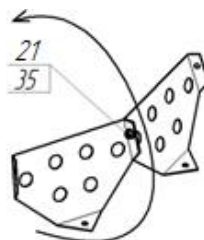

Рис. 16
3.11. Преодолевая усилие пружины (17), оттянутьфиксатор (4)вниз и повернуть ёмкость на удобный угол. Прикрепить лопасти (6) к ёмкости нижней (8) и ёмкости верхней (19), с помощью болтов (22), шайб (13) и гаек (35), при этом, шайбы установить с наружной стороны ёмкостей.
**Возможна комплектация бетоносмесителя сборными лопастями (рис. 16).** В этом случае необходимо две полу-лопасти скрепить между собой болтом (21) и гайкой (29). После установить в бетоносмеситель по направлению вращения ёмкости (указано на рис. 16 стрелкой)с помощью болтов (22), шайб (13) и гаек (35).